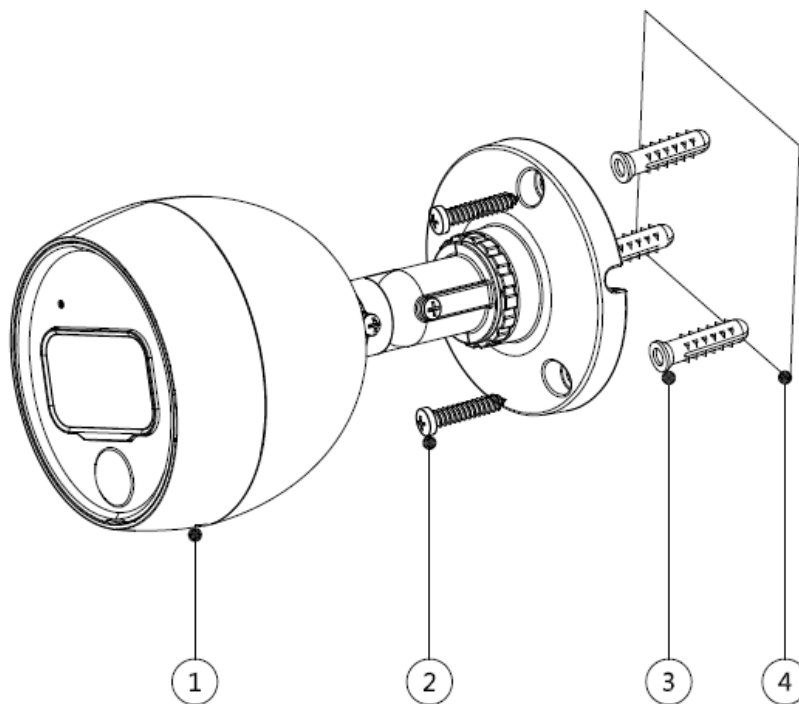

Abbildung 4-1
- Bei einer Steinwand müssen zunächst die Dübel ③ eingesetzt werden, dann installieren Sie die Halterung, wie in Abbildung 4-1 dargestellt.
- Wenn es sich um eine Holzwand handelt, können Sie diesen Schritt überspringen; verwenden Sie dann selbstschneidende Schrauben ②, um die Halterung direkt an der Wand zu befestigen.